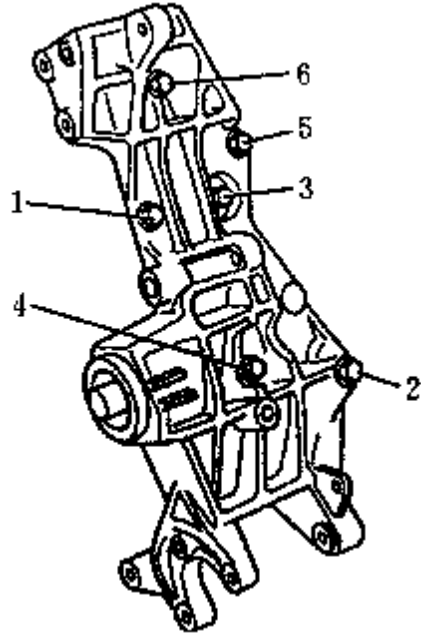
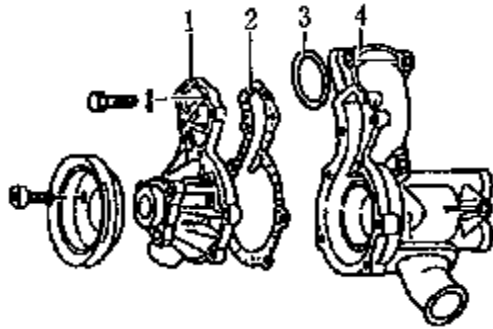

图 4-145 拆卸发电机、叶片泵及粘液风扇支座螺栓
图 4-146 拆卸冷却液泵轴承盖
(5) 拧下发电机、叶片泵及粘液型风扇支座的后固螺栓 1~6 (图 4-145)。从齿形皮带护罩上拧下冷却液泵紧固螺栓，拆下冷却液泵。从冷却液泵壳体 4 上拆下轴承盖 1 (图 4-146)。
冷却液泵的安装按与拆卸相反的顺序进行。安装时应清洗壳体两端的密封面，更换衬垫及 O 形密封圈，将锤头螺栓插入冷却液泵的孔中，将发电机、叶片泵及粘液型风扇的支座连同冷却液泵一起装到缸体上，然后按图 4-145 所示数字由小到大的顺序拧紧螺栓。最后安装粘液型风扇、多楔皮带及 V 形皮带，加注冷却液。有关的拧紧力矩见表 4-11 所示。